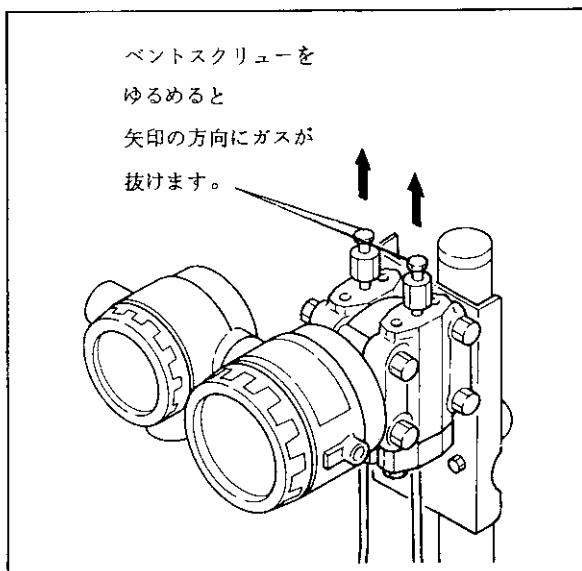

図5.9 ガス抜きの方法
- ベントスクリューをスパナでゆるめて、ガスが完全に抜けるまで測定流体を抜いてください（図5.9参照）。ガスはプラグの軸方向に排出されるので、人体に有害な物質を測定している場合は、ドレンが身体に飛散しないように注意してください。